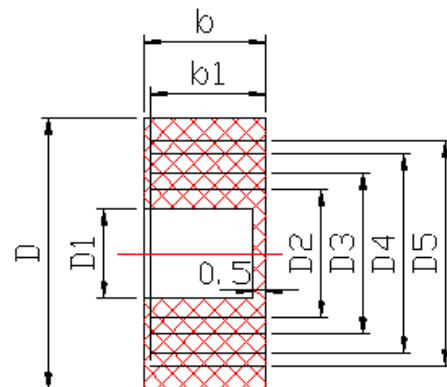

图 3
6.2.6 电缆的外径要与密封圈（图3）的孔径相符。使用电缆最小直径为D1，最大直径为D5，密封圈材质为橡胶XH-21，规格及尺寸见表5（可根据引入电缆外径大小剥去密封圈同心圆）。配合直径差不大于1mm，当压紧接线头后，应保证密封圈与电缆之间及密封圈与接线盒座之间无间隙，否则将失去隔爆性能。